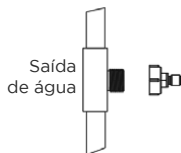

Fig. 3
7. Na saída de água de sua instalação, utilize o acessório adaptador 1/4" - 3/4", rosqueando o mesmo SEM auxílio de ferramentas (Fig. 3).